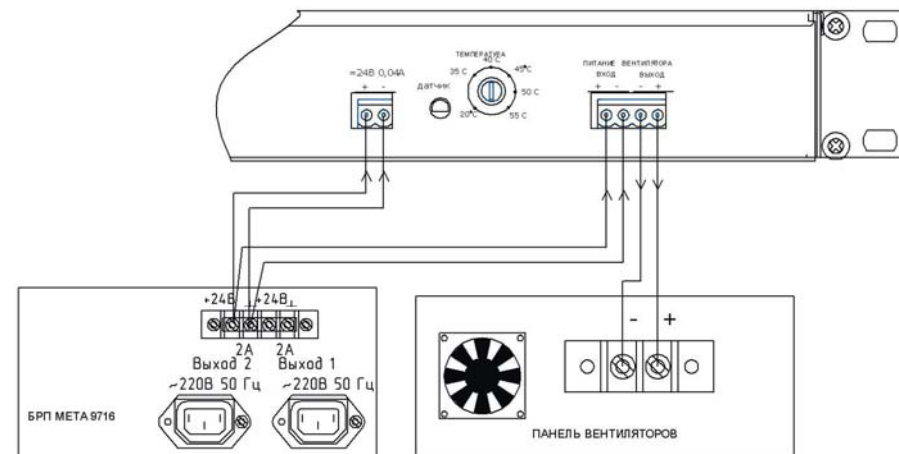

Рисунок 4. Подключение БРП к БУВ.
3. Подключите к БУВ основное питание +24В от БРП МЕТА 9716. Подключение осуществляется проводами сечением не менее 1 мм² при дии кабеля не более 5 м (см. рисунок 4).